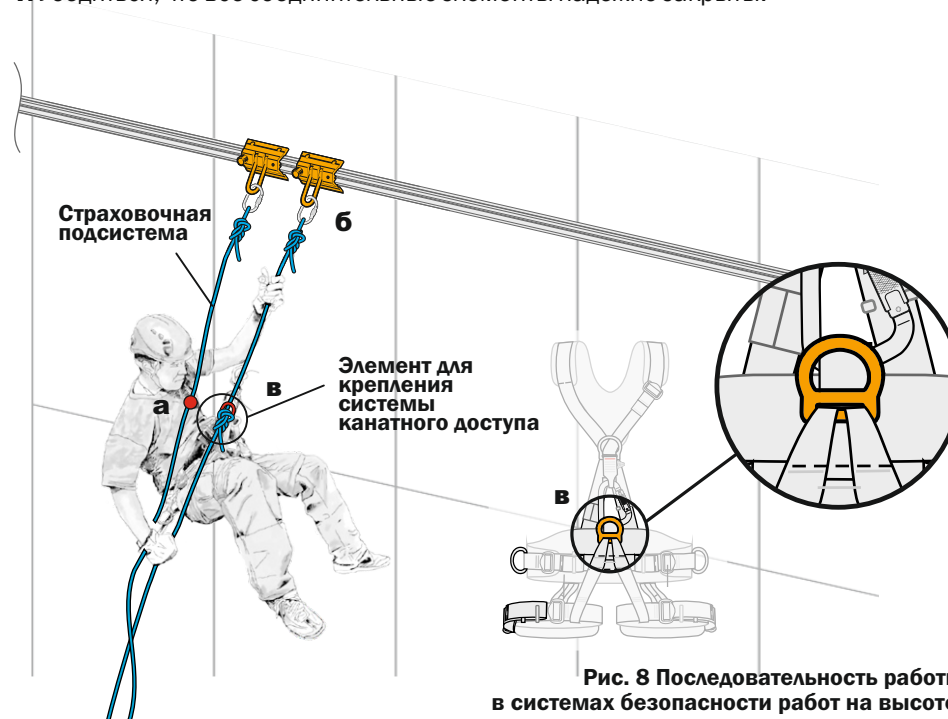

Рис. 8 Последовательность работы в системах безопасности работ на высоте.
4. Соединить привязь со страховочной подсистемой (например, со второй мобильной анкерной точкой, **рис. 8а**).
5. Соединить при помощи карабина соединительную подсистему (канат со спусковым устройством и т.д.) с мобильной анкерной точкой (**рис. 8б**).
6. Соединить при помощи карабина элемент для крепления системы канатного доступа, расположенный на передней части пояса, с соединительной подсистемой (**рис. 8в**).